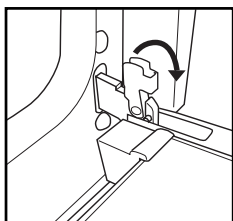

Bild 1
2. Lyft de två spärrhakarna i gångjärnen och skjut dem framåt till anslaget (fig. 1).